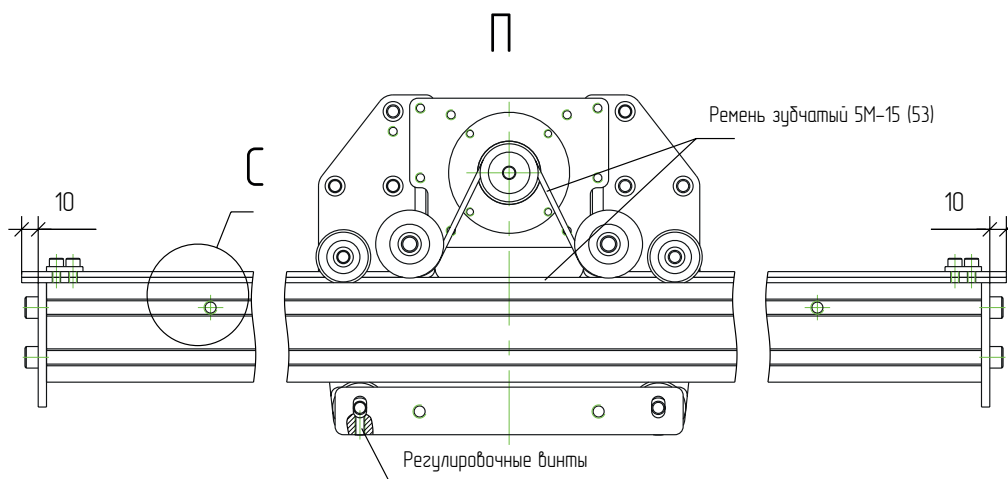
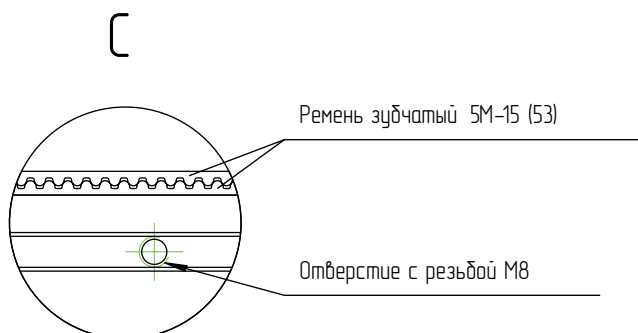

Рисунок 19 — Установка каретки X.
Рисунок 20 — Расположение зубчатых ремней и профиля портала.
4. Установить на профиль портала (поз. 47) каретку X (поз. 3), отверстия с резьбой М8 в портале расположить согласно рис. 20. Прижатие роликов каретки X к профилю портала настраивается регулировочными винтами (см. рис 19). К профилю портала (поз. 47) прикрутить винтами М8х25 ГОСТ 11738-84 (поз. 25) фланцы (поз. 7). Проложить два ремня зубчатых 5М-15 (поз. 53), согласно рис.19. Зафиксировать с одной стороны ремни зубчатые 5М-15 (поз. 53) прижимом (поз. 8) с помощью винтов М5х16 ГОСТ 11738-84 (поз. 21) и гаек Т-образных 30ТМ5 (AL-М5-8) (поз. 39). Ухватившись с другой стороны портала плоскогубцами за зубчатые ремни, натянуть их, одновременно зафиксировать прижимом (поз. 8) с помощью винтов М5х16 ГОСТ 11738-84 (поз. 21) и гаек Т-образных 30ТМ5 (AL-М5-8) (поз. 39). Обрезать зубчатые ремни портала, согласно рис.19.